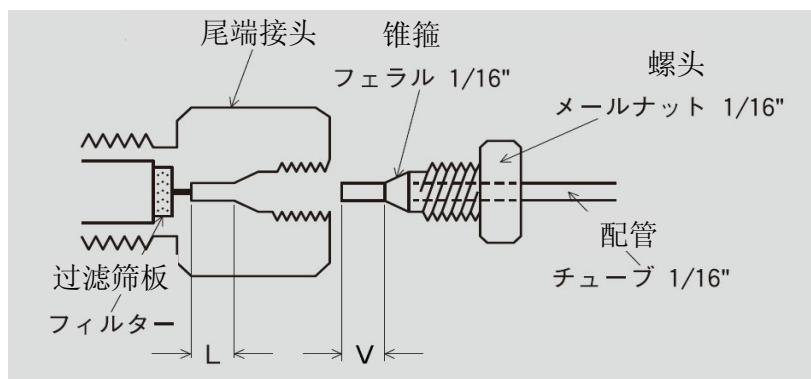

图 1 色谱柱的连接图
1. 色谱柱的接头使用了外径 1/16 英寸配管的螺头(MALE NUT)。请确保装置的配管接头正确连接，并且锥箍的顶端已插入接头内侧(参照图 1)。
1. 如图 1 所示，内径 6mm 以下的分析用色谱柱采用了过滤筛板埋入式尾端接头，因此无法只更换过滤筛板。
2. 请按照图 1 所示进行配管连接。若配管不匹配，特别是直接使用其他类型色谱柱所用配管时，锥箍前端的长度（图 1 中的 V）与尾端接头的长度（图 1 中的 L）经常会不同，因而引发故障。